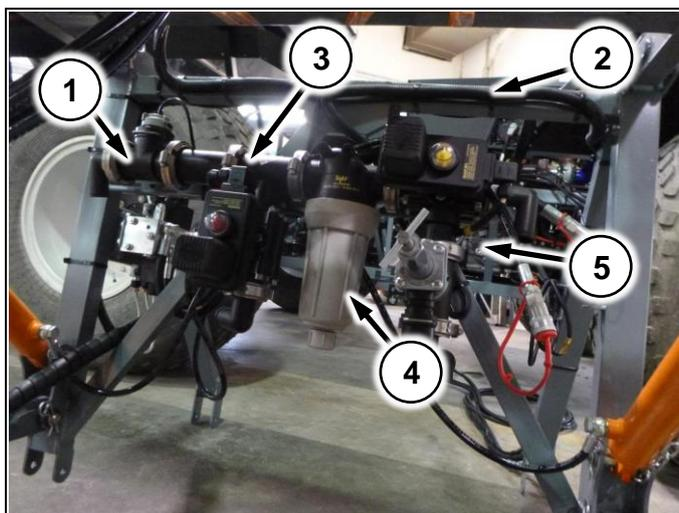

Рис. 72
(Рис. 72/1) – расходомер
(Рис. 72/2) – главный клапан
(Рис. 72/3) - регулировочный клапан
(Рис. 72/4) – корпус фильтра тонкой очистки
(Рис. 72/5) – предохранительный клапан
1. М – главный клапан (Рис. 72/2)
2. R – регулирующий клапан (Рис. 72/3)
3. Расходомер (Рис. 72/1) и датчик скорости подключаются в 3х.-контактные герметичные разъемы (См. схему в кратком руководстве по электрооборудованию)